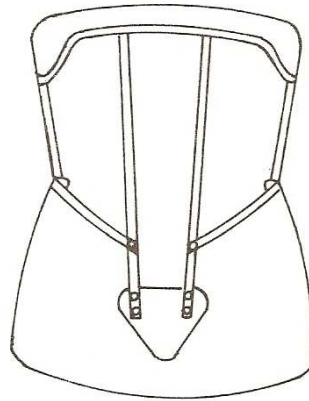

Figure 36 : CIVC-1 ou -2
- **Le CIVC-1** : cage fermée avec chapeau de gendarme (Figure 36)
- **Le CIVC-2** : cage fermée avec chapeau de gendarme, ajourée (Figure 36)